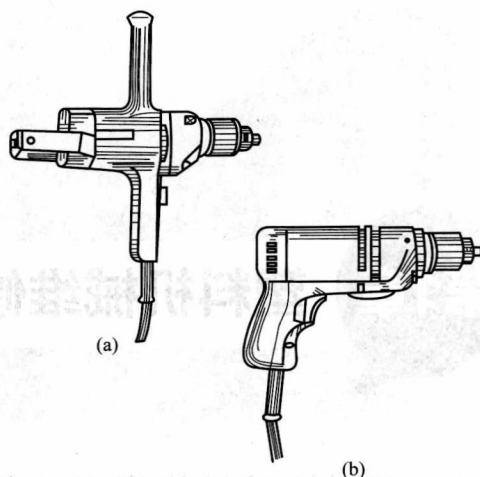

图 1-2 手持式电钻
(2) 手持式电钻（图 1-2）手持式电钻是一种手持式电动工具，在装配大型工件时，由于受工件形状或加工部位限制，不能用钻床钻孔时可用手持式电钻加工。手持式电钻的电源电压分单相（220V、36V）和三相（380V）两种。采用单相电压的电钻，用于钻 $\phi 6\text{mm}$ 、 $\phi 10\text{mm}$ 、 $\phi 13\text{mm}$ 、 $\phi 19\text{mm}$ 、 $\phi 23\text{mm}$ 直径孔。采用三相电压的电钻，钻 $\phi 13\text{mm}$ 、 $\phi 19\text{mm}$ 、 $\phi 23\text{mm}$ 直径孔。手持式电钻使用时应注意下列两点。